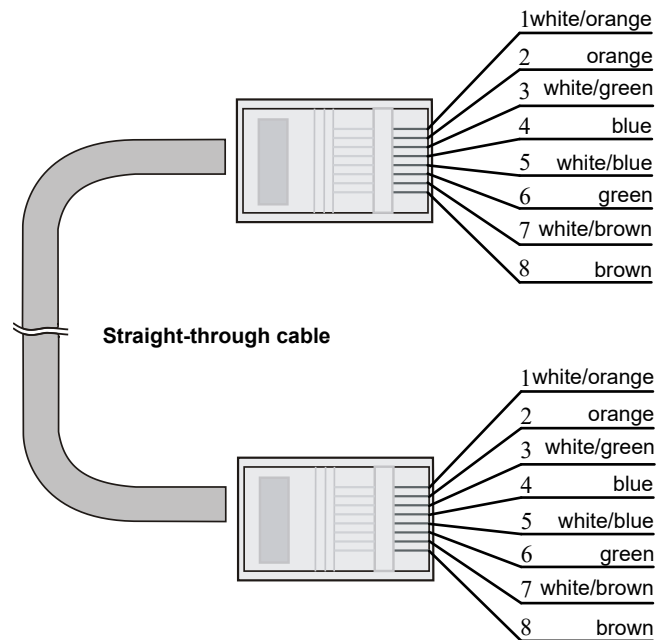

図 10-4 ストレートケーブル
- ストレートケーブル：ストレートケーブルの結線を図 10-4に示します。両端のピン配置は、568B 規格に従います。